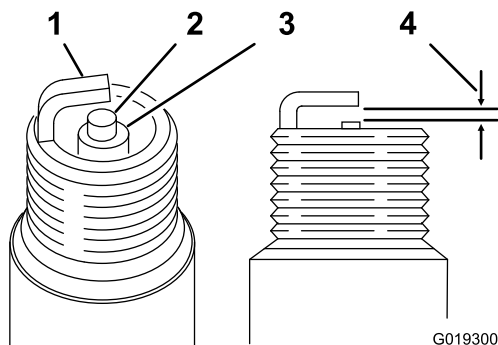

図 44
5. それぞれの点火プラグについて、中央の電極と側面の電極とのすきまを、0.76 mm に調整する(図 44を参照。ガスケットシールと共に点火プラグを